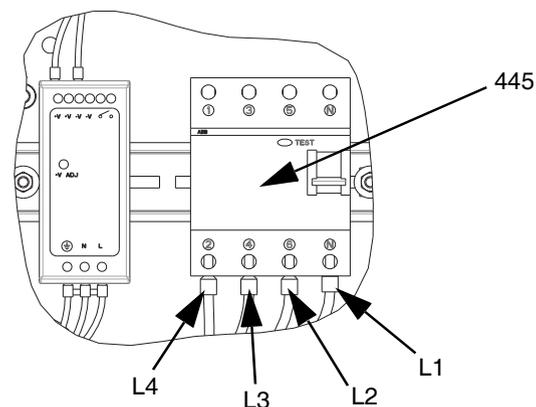

FIG. 18
11. Collegare i fili L1, L2, L3 e L4 dal Modulo di espansione all'interruttore automatico (445) come mostrato in FIG. 18.
12. Collegare i fili di terra al terminale di messa a terra (455) allentando il dado (437) sul cablaggio.